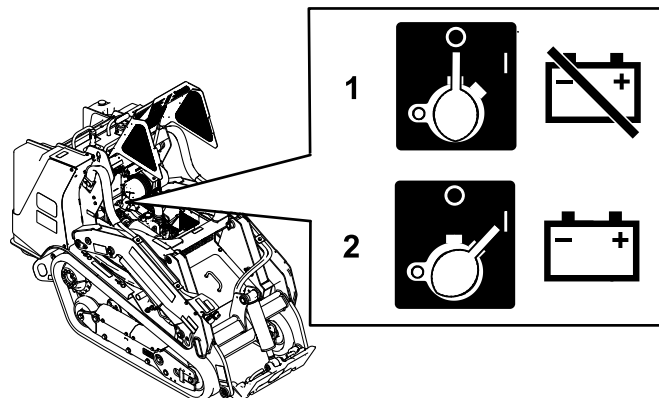

Figure 52
- Pour mettre la machine sous tension, tournez le coupe-batterie dans le sens horaire à la position SOUS TENSION (Figure 52).
- Pour mettre la machine hors tension, tournez le coupe-batterie dans le sens antihoraire à la position HORS TENSION (Figure 52).